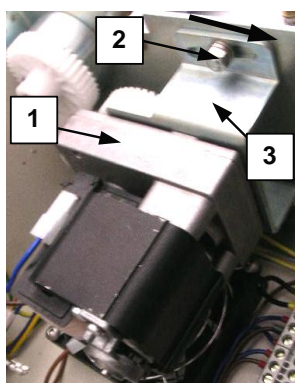
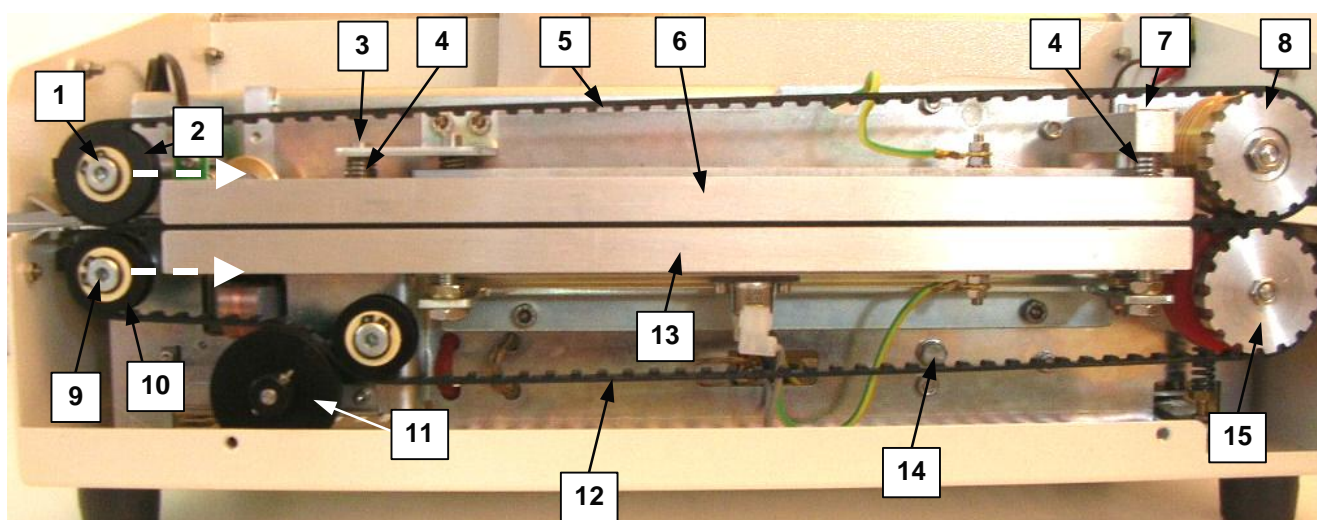

fig.5.8
fig.5.9
- dopo aver allentato la vite superiore di bloccaggio (n.2-fig.5.8) e la vite di rotazione (n.14-fig.5.9), disinserire il gruppo motoriduttore (n.1-fig.5.8) ruotandolo nel senso della freccia di fig.5.8
- smontare la barra di trasporto superiore (n.6-fig.5.9) svitando prima le spine di fissaggio (n.3 e n.7-fig.5.9)
Attenzione a non smarrire le 2 molle di pressione (n.4-fig.5.9)
- allentare la vite di fissaggio del perno (n.1-fig.5.9) della puleggia condotta superiore.
- allentare la tensione della cinghia di trasporto superiore (n.5-fig.5.9) portando la puleggia condotta superiore (n.2-fig.5.9) nella direzione indicata dalla freccia di fig.5.9.
- sfilare la cinghia di trasporto superiore (n.5-fig.5.9) dalla puleggia motrice superiore (n.8-fig.5.9) ed estrarla dalla macchina.
- allentare la vite di fissaggio del perno (n.9-fig.5.9) della puleggia condotta inferiore.
- allentare la tensione della cinghia di trasporto inferiore (n.12-fig.5.9) portando la puleggia condotta inferiore (n.10-fig.5.9) nella direzione indicata dalla freccia di fig.5.9.
- sfilare la cinghia di trasporto inferiore (n.12-fig.5.9) dalla puleggia motrice inferiore (n.15-fig.5.9) ed estrarla dalla macchina.
- Inserire la cinghia di trasporto inferiore (n.12-fig.5.9) nella puleggia motrice inferiore (n.15-fig.5.9) e, successivamente, inserirla nella puleggia condotta inferiore (n.10-fig.5.9)
- tendere la cinghia inferiore mediante la puleggia condotta inferiore (n.10-fig.5.9) e bloccare il suo perno (n.9-fig.5.9) mediante la relativa vite di fissaggio.
- Inserire la cinghia di trasporto superiore (n.5-fig.5.9) nella puleggia motrice superiore (n.2-fig.5.9) e, successivamente, inserirla nella puleggia condotta superiore (n.2-fig.5.9)
- tendere la cinghia superiore mediante la puleggia condotta superiore (n.2-fig.5.9) e bloccare il suo perno (n.1-fig.5.9) mediante la relativa vite di fissaggio.
- rimontare la barra di trasporto superiore (n.6-fig.5.9)
- riportare il gruppo motoriduttore (n.1-fig.5.8) in posizione di ingranamento